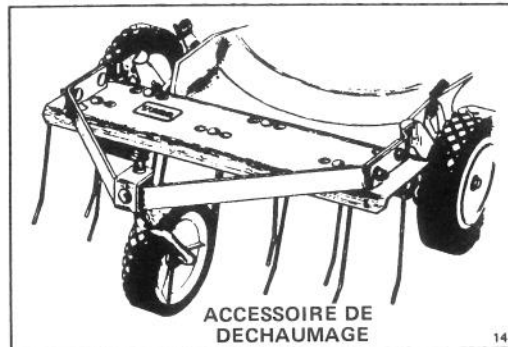

Figure 26
2. Déchaumeur (modele 59131) – S'installe en quelques minutes à l'avant de la tondeuse afin de faciliter les manoeuvres. Des fourches à ressort désagrègent le chaume afin de permettre une bonne aspiration dans le sac à herbe (figure 26) et donc un enlèvement pratique.